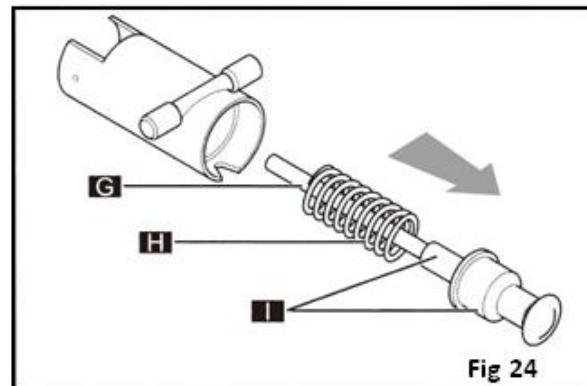

Fig 24
- Estrarre l'asta (G) e la molla (H) dal corpo del rubinetto (il gruppo perno/guarnizione (I) scivolerà fuori insieme all'asta) (Fig. 24).